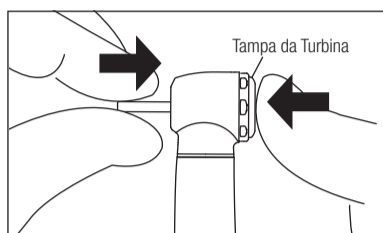

Fig. 8
- 1) Introduza a broca até ficar posicionada corretamente. (Fig.8)